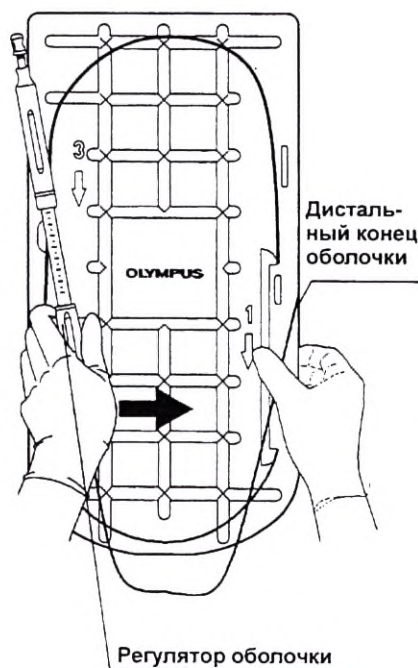

Рис. 2
2. Возьмитесь за лоток и дистальный конец вытянутой оболочки (см. Рис. 2). Передвиньте регулятор оболочки вдоль прорези в направлении стрелки 2 на лотке (черная стрелка на Рис. 2) и вытяните регулятор оболочки из его отверстия 2 ниже стрелки 2 на лотке.